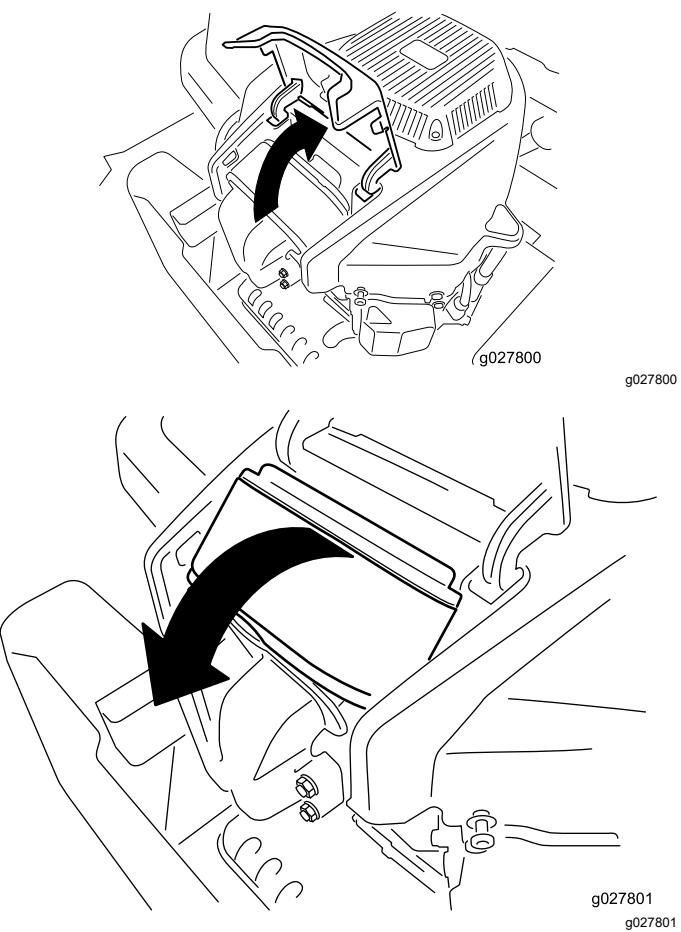

Figure 38
4. Soulevez le couvercle et dévissez le filtre à air pour le déposer du moteur (Figure 38).